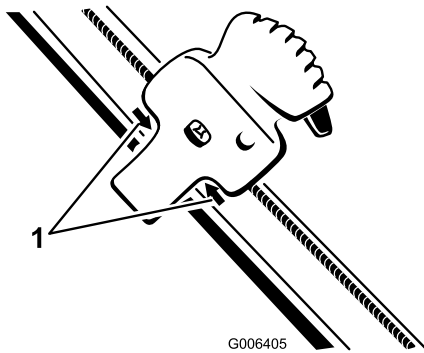

Bild 39
2. Positionieren Sie das Quick Shoot Bedienelement zwischen den zwei Pfeilen an der rechten Seite des oberen Griffs (Bild 39).